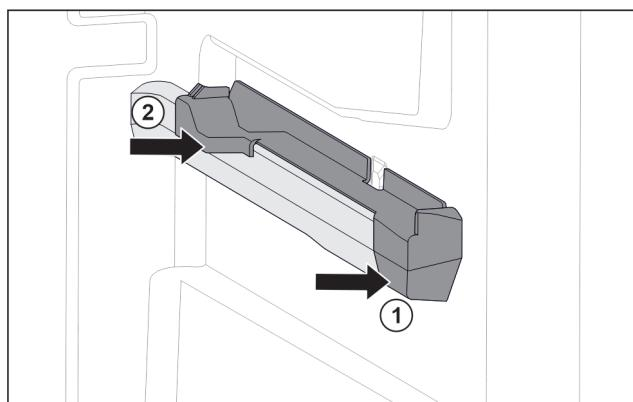

Fig. 19 右侧容器肋梁上的插装件
- ▶ 将插装件前部放到容器肋梁上。Fig. 19 (1)
- ▶ 压紧插装件后部。Fig. 19 (2)